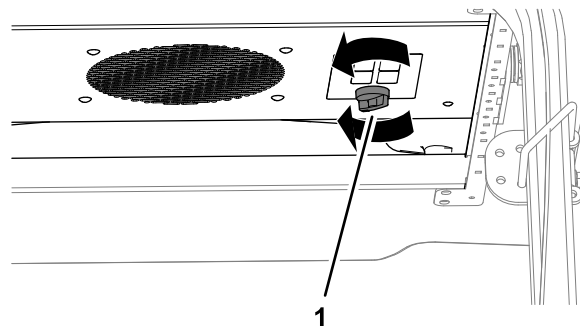

Figure 15
- Pour utiliser le ventilateur de refroidissement, tournez le bouton dans le sens horaire à la position BASSE VITESSE, MOYENNE VITESSE ou HAUTE VITESSE (Figure 15).
- Pour arrêter le ventilateur, tournez le bouton à fond dans le sens antihoraire à la position ARRÊT (Figure 15).